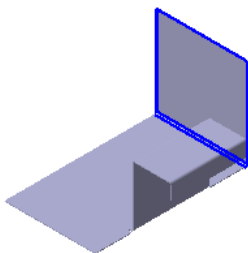
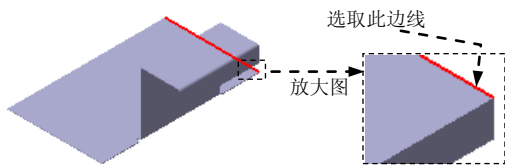

图 8.9.12 弯边特征 4
图 8.9.13 定义附着边
(5) 单击  按钮, 完成特征的创建。
Step6. 创建图 8.9.12 所示的弯边特征 4。
(1) 选择命令。单击“主页”功能选项卡“钣金”工具栏中的“弯边”按钮.
(2) 定义附着边。选取图 8.9.13 所示的模型边线为附着边。
(3) 定义弯边类型。在命令条中单击“完全宽度”按钮; 在“距离”文本框中输入值 120, 在“角度”文本框中输入值 90, 单击“内部尺寸标注”按钮和“材料外侧”按钮; 调整弯边侧方向向上, 如图 8.9.12 所示。
(4) 定义弯边属性及参数。单击“弯边选项”按钮, 取消选中 ☐ “使用默认值*” 复选框, 在其“折弯半径(R)”文本框中输入值 2.0, 单击  按钮。